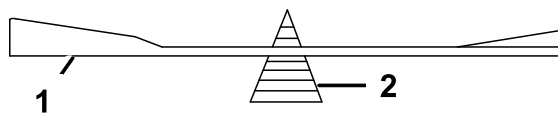

Figure 47
- Vérifiez l'équilibre de la lame en la plaçant sur un équilibreur (Figure 47).